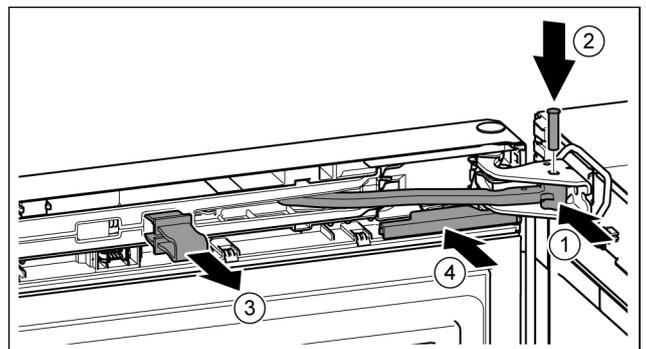

Fig. 22
- ▶ Ruotare lo snodo nel blocco di supporto. Fig. 22 (1)
- ▶ Inserire il perno nel blocco di supporto e nello snodo. Prestare attenzione che l'arresto sia correttamente in sede nella scanalatura. Fig. 22 (2)
- ▶ Togliere la protezione. Fig. 22 (3)
- ▶ Inserire spingendo la copertura. Fig. 22 (4)